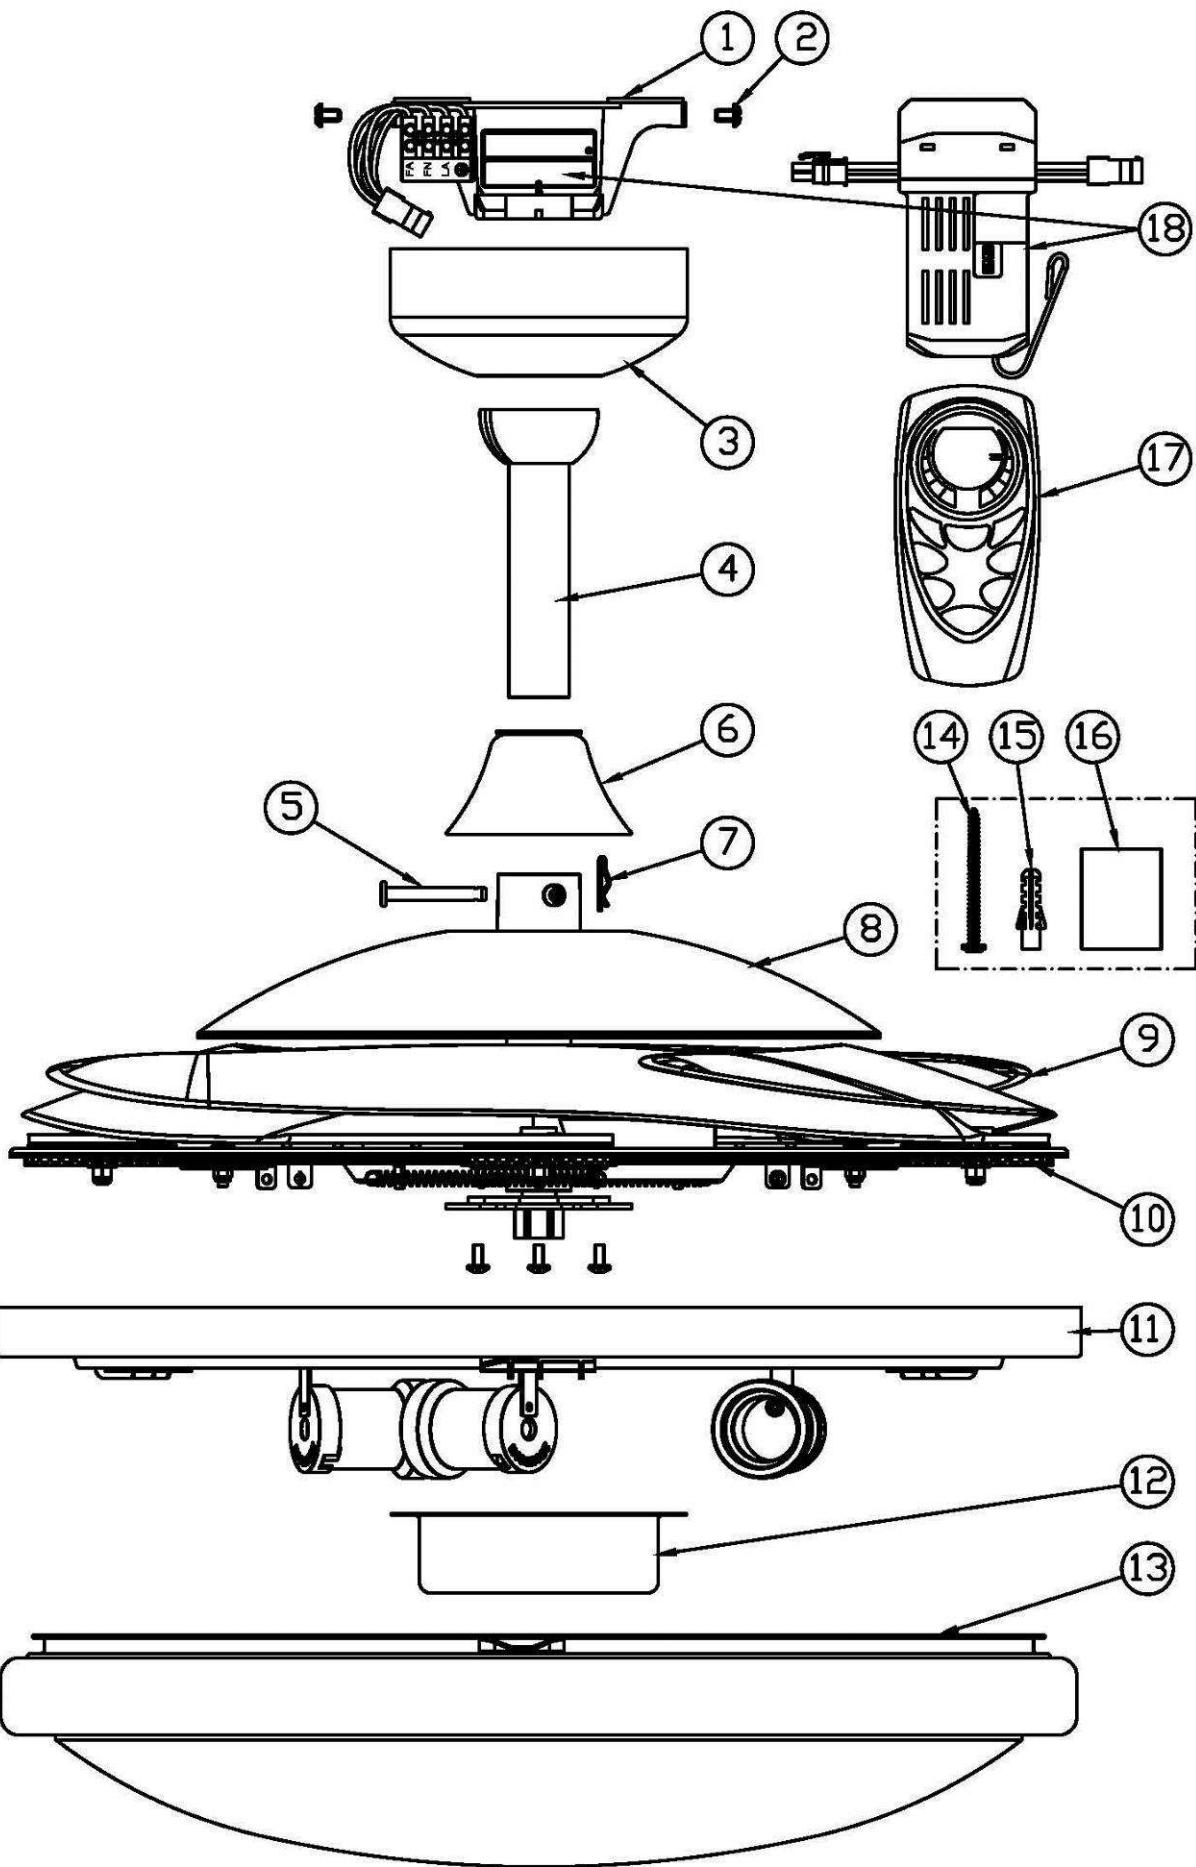

Abbildung 1
Packen Sie den Deckenventilator aus und verschaffen Sie sich einen Überblick über die Teile. Siehe ABBILDUNG 1.
- 1) Abdeckung zur Decke (Nr. 3 – Abbildung 1) durch Lockerung der 2 Schrauben mit Einkerbungen entfernen.
- 1) Das Hägerohr durch die Deckenabdeckung (Nr. 3 – Abbildung 1) und die Abdeckung für Bolzen und Sicherungsstift (Nr. 6 – Abbildung 1) führen.
- 3) Das Hägerohr (Nr. 4 – Abbildung 1) bis zur Spitze der Einheit einführen (Nr. 8 – Abbildung 1), die Löcher der Einheit auf die Löcher des Hägerohrs ausrichten und den Bolzen einführen(Nr. 5 – Abbildung 1). Dann den Sicherungsstift (Nr. 7 – Abbildung 1) auf das Bolzenende stecken.
- 2) Die Empfängereinheit für die Fernbedienung in die Deckenplatte einführen (Nr. 1 – Abbildung 1)
- 4) Dann die Abdeckung zur Decke (Nr. 3 – Abbildung 1) mittels der Schlitzlöcher auf die Deckenplatte schieben. Die 2 Löcher aufeinander ausrichten und dann die beiden anderen Schrauben einsetzen. Alle vier Schrauben festziehen.